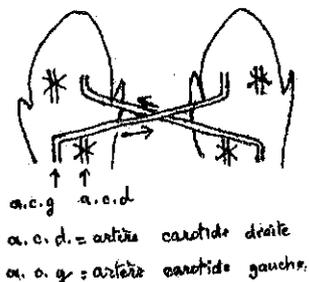

FIGURE 6
c) Si l'on pratique une expérience de circulation carotidienne croisée chez des rats (figure 6), on constate que l'injection d'une solution d'acide chlorhydrique dans le sang d'un animal déclenche presque aussitôt une hyperventilation chez l'autre animal.